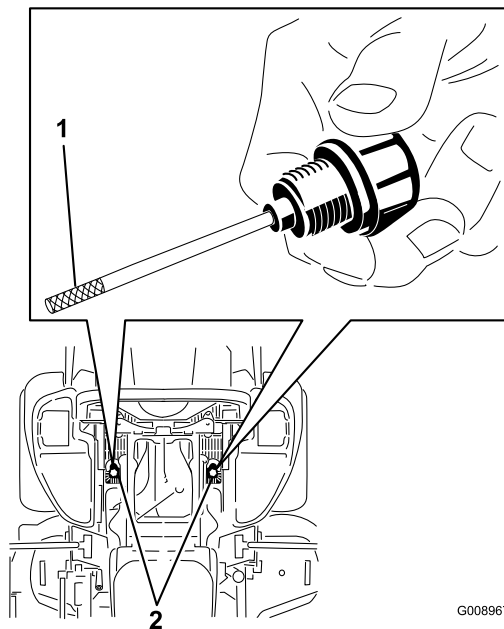

Bild 80
7. Reinigen Sie den Bereich um die Ölpeilstabe der Hydraulikanlagenbehälter (Bild 80).
8. Nehmen Sie einen Ölpeilstab aus dem Hydraulikbehälter heraus (Bild 80).
10. Entfernen Sie den Peilstab und prüfen das Metallende (Bild 80). Der Stand muss im gerändelten Bereich liegen. Gießen Sie bei zu niedrigem Ölstand nur so viel Öl langsam in den Einfüllstutzen, dass der Ölstand im gerändelten Bereich liegt.